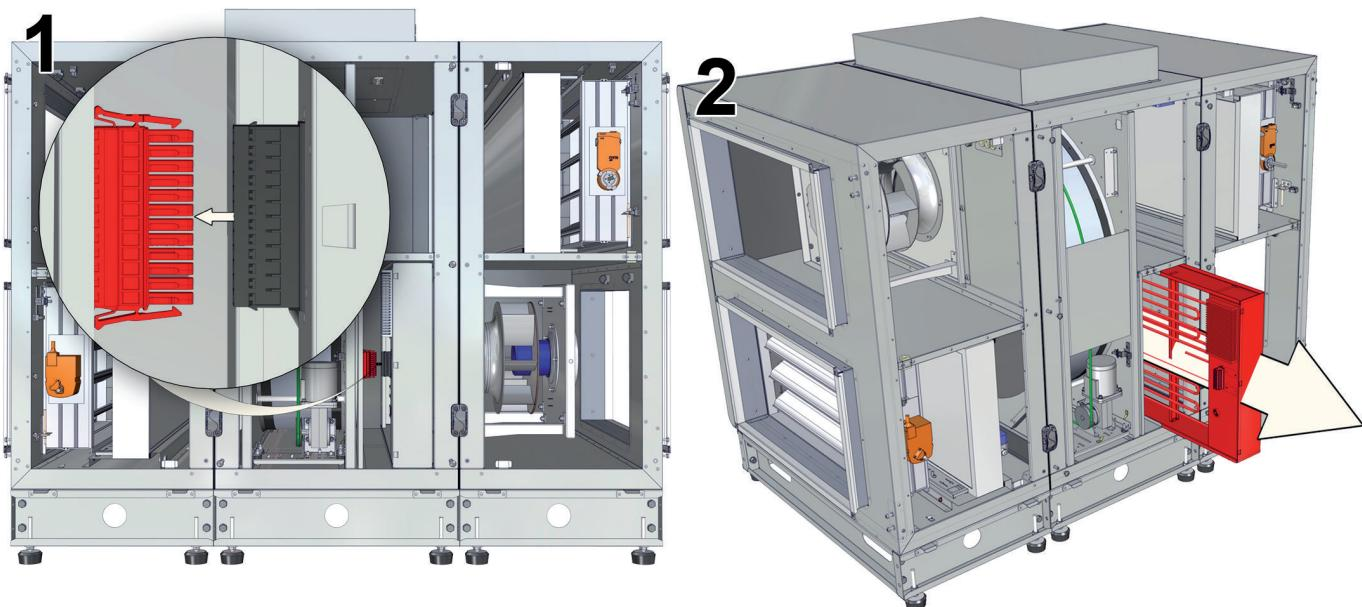
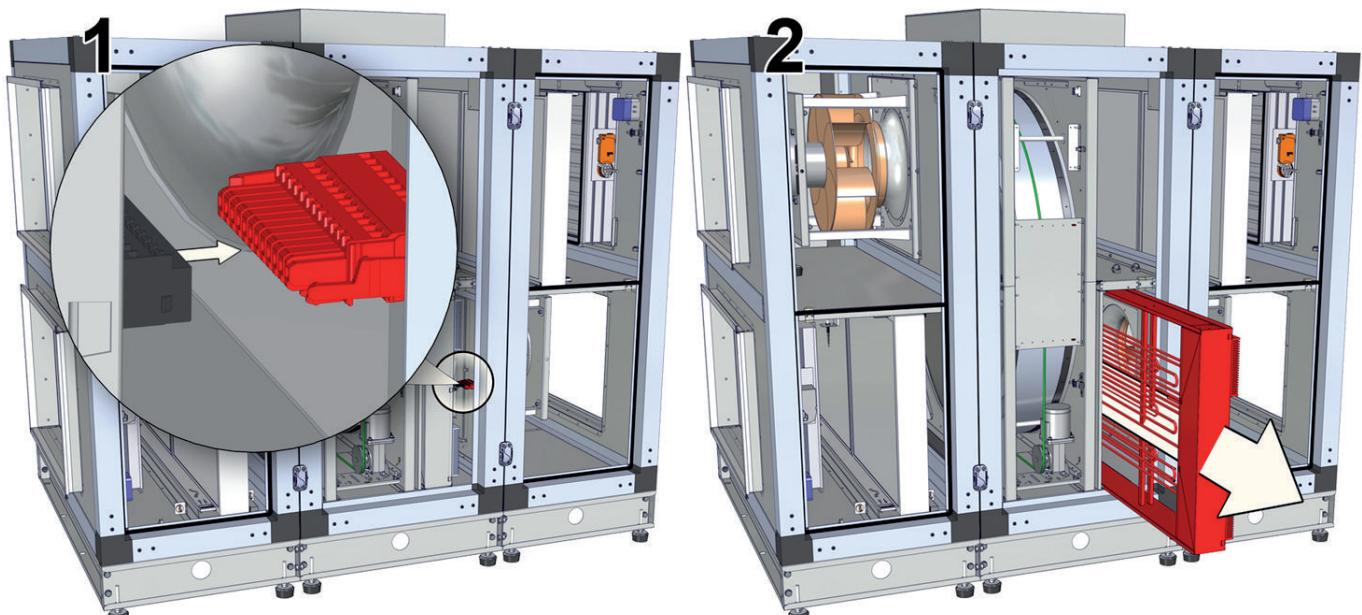

Рис. 21.1. Демонтаж электронагревателя LV-RACU LV-RACU 2500–3500 HE-V4-ECO.
Рис. 21.2. Демонтаж электронагревателя LV-RACU 5500 HE-V4-ECO.
- при необходимости извлеките электронагреватель как показано на рРис. 21.1–Рис. 21.2 (в зависимости от типоразмера вентустановки);
Извлеките электронагреватель, как показано на рРис. 21.1–Рис. 21.2 (в зависимости от типоразмера вентустановки).